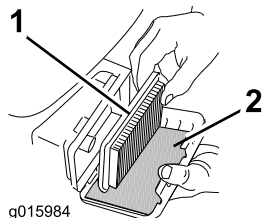

Figura 27
3. Estraiete il filtro aria di carta e il prefiltro in schiuma sintetica (Figura 27).